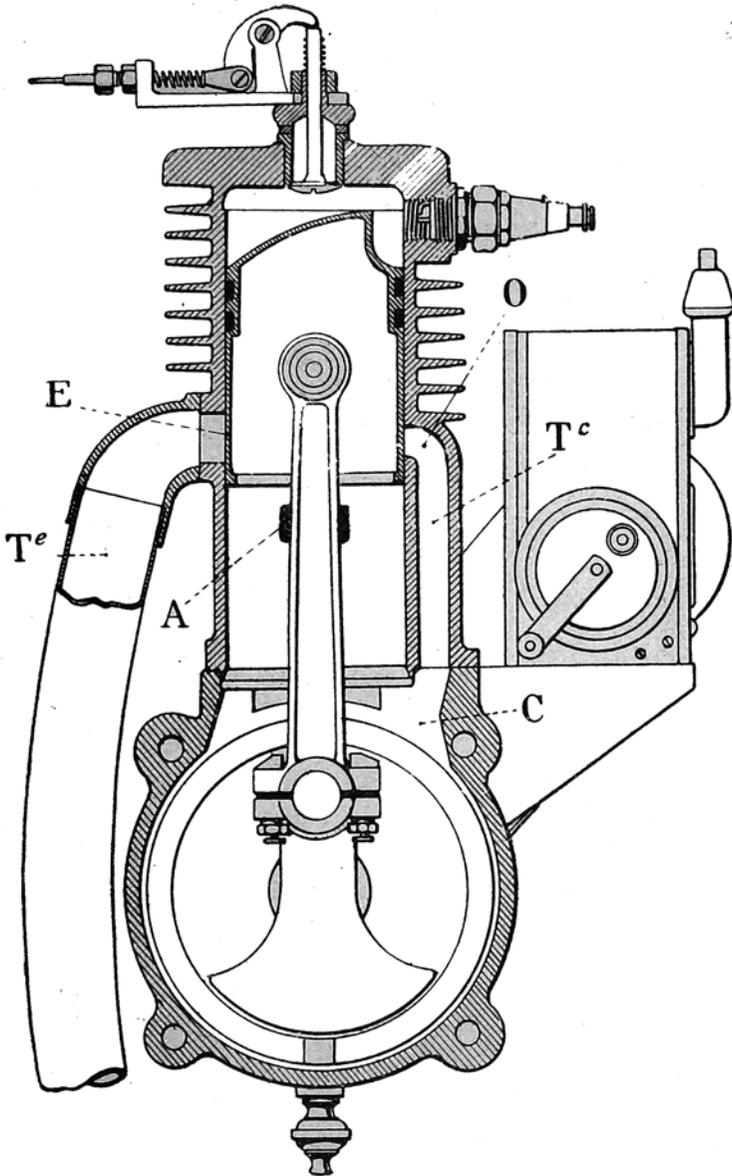

Fig. 10 - Coupe verticale schématique d'un moteur monocylindrique à deux temps (moteur Indian).
La figure 10 montre, en coupe verticale schématique, un moteur à deux temps monocylindrique (moteur Indian).
(5) Il va sans dire que ces remarques s'appliquent surtout au cas d'un moteur à un seul cylindre car, ainsi que nous l'avons vu plus haut, en multipliant le nombre de cylindres on peut, avec le moteur à quatre temps, obtenir une explosion à chaque tour de l'arbre et même plus souvent, mais il est clair que si l'on construit un moteur à deux temps avec le même nombre de cylindres, on aura un nombre double d'explosions, et par suite, un avantage marqué, à ce point de vue particulier.
(6) Comme nous le verrons plus loin en décrivant quelques moteurs à deux temps connus, et comme le montre la figure 10, on dispose souvent, dans les moteurs de ce type, une soupape sur laquelle le motocycliste peut agir au moyen d'une commande spéciale, lors de la mise en marche, pour laisser échapper une certaine quantité de gaz comprimé, afin de faciliter le lancement. On donne à cette soupape le nom de *décompresseur*.
En un point convenablement choisi de sa hauteur, le cylindre (Voir. fig. 10) est percé d'un orifice d'échappement E (sur lequel est monté le tuyau d'échappement  $T_e$ ), en regard de l'orifice E est percé un autre orifice O faisant communiquer le cylindre avec le carter étanche C, par l'intermédiaire du conduit  $T_e$ , enfin un autre orifice A est percé dans le cylindre, à un niveau inférieur à celui de l'orifice E, pour faire communiquer le moteur avec le carburateur : c'est l'orifice d'admission.